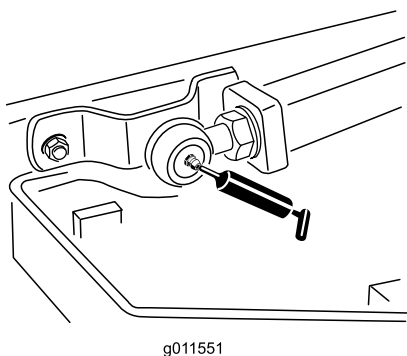

Figura 41
- Duas rótulas de elevação da barra de ligação (Figura 41)